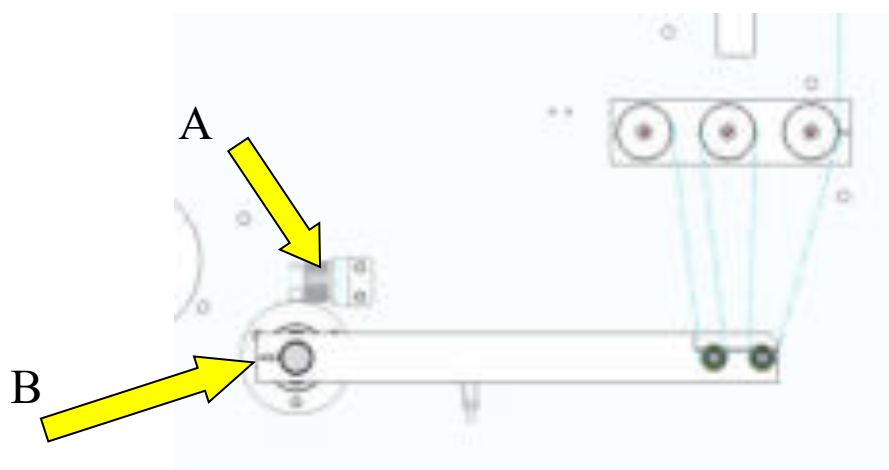

Figure 9
- Positionner le levier contre l'amortisseur (**fig. 9, Réf. A**)
- Positionner le bras inférieur des rouleaux de déroulement en horizontal, en agissant sur l'étau de blocage (**fig. 9, Réf. B**).